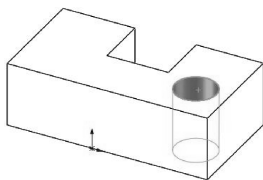

图 3-2 拉伸减材料特征
- **基础特征（减材料）**：与加材料特征类似，也是基于草图的特征，不同的是，加材料是叠加运算的结果，减材料特征是在加材料特征中进行求差运算后的结果。图 3-2 为利用**【拉伸切除】**命令创建的拉伸减材料特征（切除孔）。